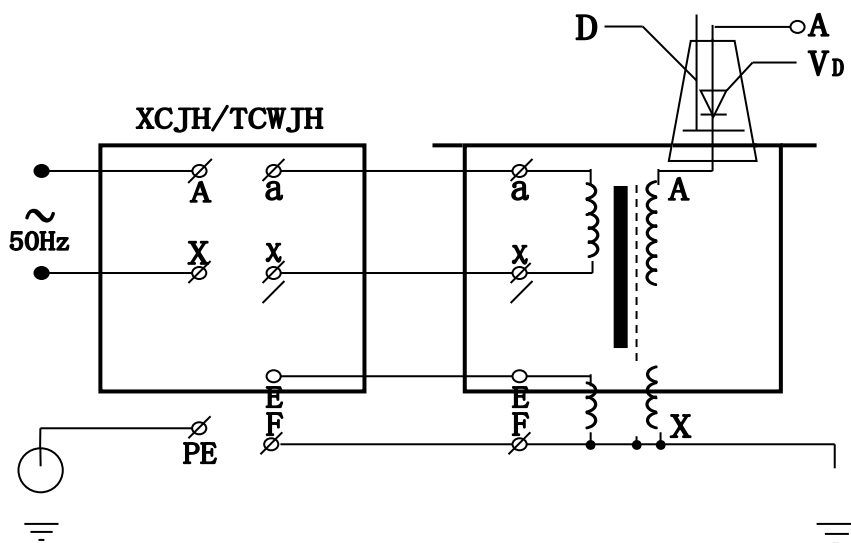

图 4: 单台交流油浸式交流试验变压器原理图
3. 调压器的输出电压特性如图 4 所示。
2.2. 单台油浸式交流试验变压器的工作原理图见图 4，图中高压套管中装有高压硅堆，串接在高压回路中作半波整流，以获得直流高电压。当用一短路杆将高压硅堆短接时，可获得工频高电压，作为交流输出状态；取消短路杆时，作为直流输出状态。